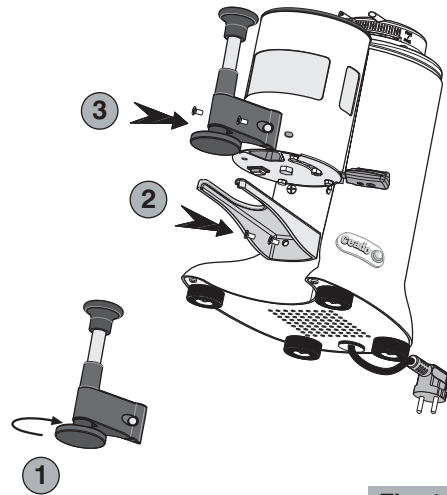

Fig. 14
- 2** Choisir le diamètre du tasseur approprié (53, 54,5 ou 57,5 mm) pour le porte-filtre de la machine à café en votre possession et le fixer à la tige du tasseur télescopique (1, Fig. 14).
- 3** Placer la fourche longue d'appui fournie avec le tasseur télescopique et la fixer avec les mêmes vis de fixation de la fourche courte d'appui enlevée précédemment (2, Fig. 14).
- 4** Placer le tasseur télescopique et le fixer avec les vis fournies avec (3, Fig. 14).